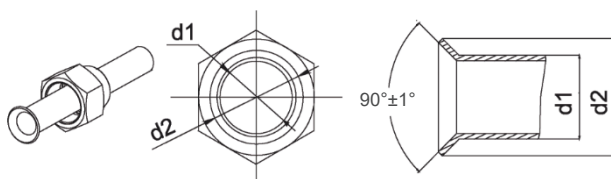

Fig. 9
- (1). Tagliare il tubo di collegamento con il taglia tubi ed eliminare le sbavature.
- (2). Mantenere il tubo rivolto verso il basso per evitare che i residui di taglio finiscano nel tubo.
- (3). Rimuovere i dadi svasati sulla valvola di arresto dell'unità esterna e all'interno del sacchetto degli accessori dell'unità interna, quindi inserirli nel tubo di collegamento, dopodiché svasare il tubo di collegamento con uno svasatore.
- (4). Verificare che la parte svasata sia uniforme e che non vi siano incrinature (vedere Fig. 9).